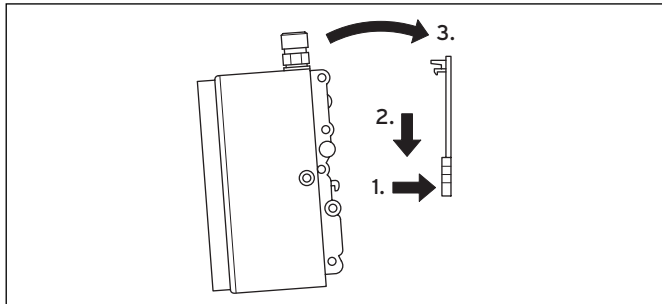

Abb. 3.3 Gerät anbringen
- Zur Demontage des Gerätes die Rastnase des Wandhalters mit einem flachen Schlitzschraubendreher nach oben drücken und Gerät vorsichtig vom Wandhalter nach oben abnehmen (**Abb. 3.3**).